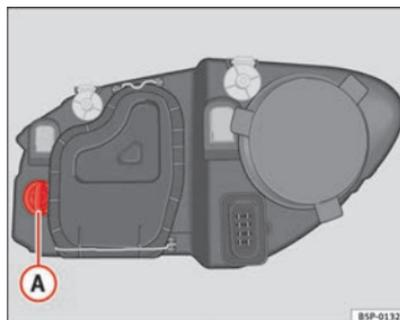

Fig. 189 Lampada luce indicatore di direzione
- Ruotare il portalamпада ⇒ fig. 189 (A) verso sinistra e tirare.